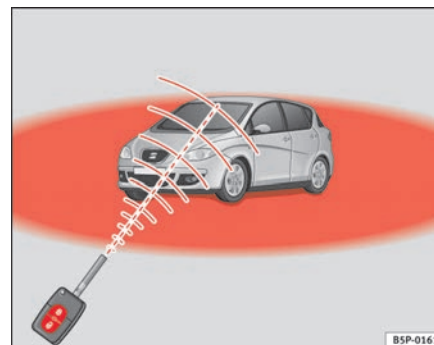

Fig. 65 Rádio de acção do telecomando por rádio-frequência
- O telecomando por rádio-frequência só funciona, se se encontrar dentro do seu raio de acção ⇒ página 101, fig. 65 (superfície vermelha).